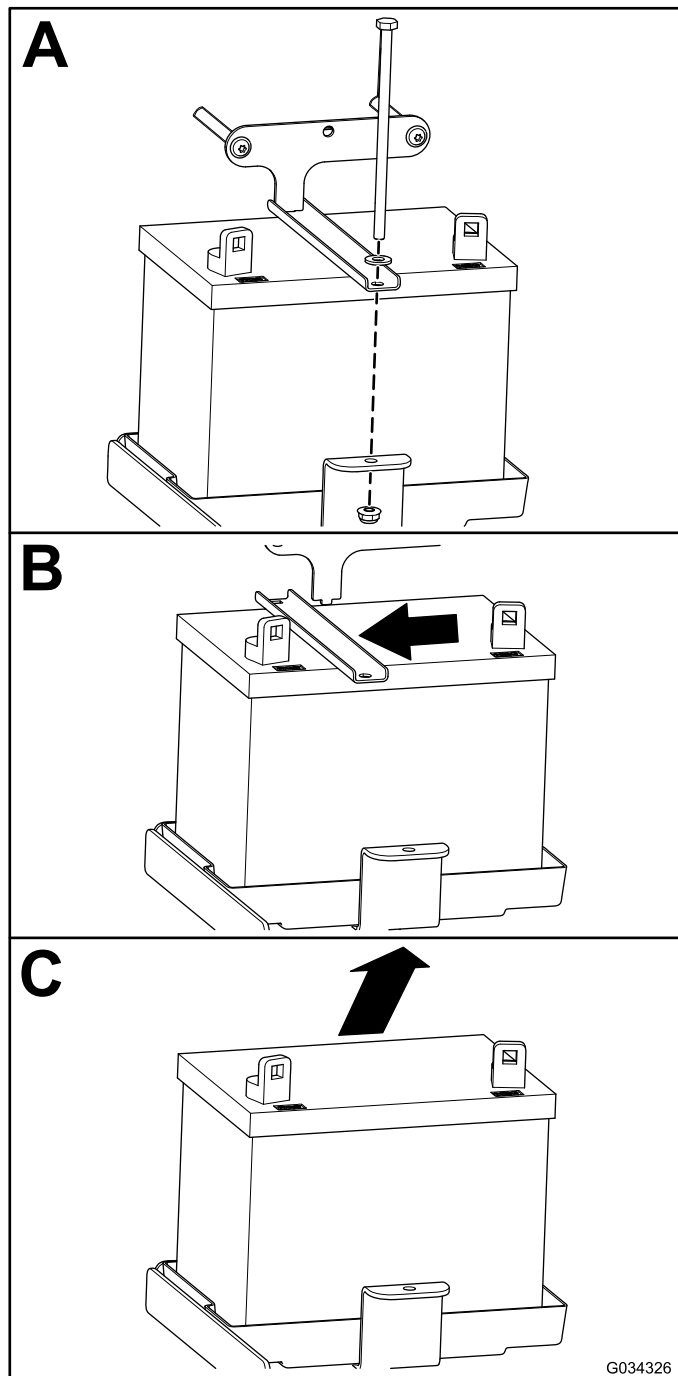

Figura 46
2. Retire la batería, tal y como se muestra en Figura 46.